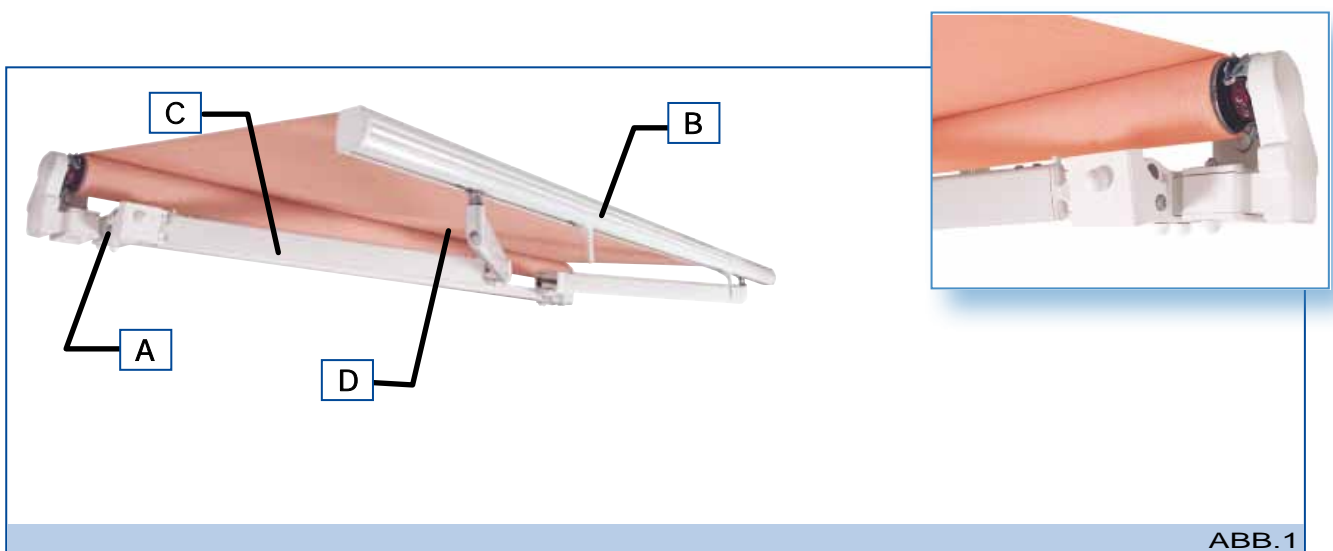

ABB. 1
- **Metallstruktur:** Die Metallstruktur ist der Tragrahmen und in seinem Innern befinden sich die verschiedenen Antriebe zum Ein- und Ausfahren der Markise. Die Metallstruktur setzt sich aus einem Tragrohr (A – Abb. 1), einer Fallstange (B–Abb.1), Gelenkarmen (C–Abb.1), die mit ummantelten Band oder einer Edelstahlkette ausgerüstet sind und einer Tuchwelle.
- **Tuch (D – Abb. 1):** Hat eine Abdeck- und Schutzfunktion der Markise.
Die Markise wird mit Hilfe der Handkurbel (A – Abb. 1) und einem Getriebe (B – Abb. 1) ein- und ausgefahren.